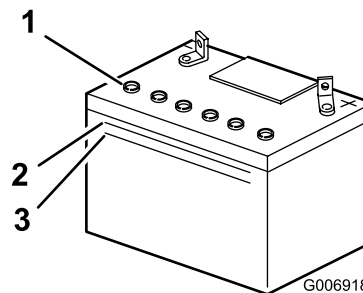

Figura 34
2. Guardate il fianco della batteria. L'elettrolito deve raggiungere la linea superiore (Figura 34).
Nota: non lasciate scendere l'elettrolito sotto la linea inferiore (Figura 34).
2. Togliete i tappi di riempimento (Figura 34).
3. Versate lentamente dell'acqua distillata in ogni elemento della batteria, finché non raggiunge la parte inferiore del tubo (Figura 34).